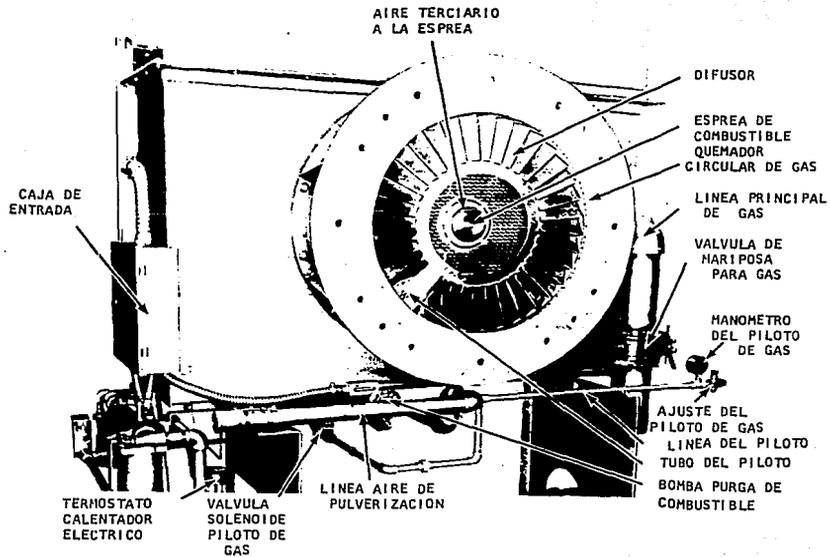

FIG. 8.14 SALIDA DE COMBUSTIBLE EN EL QUEMADOR
10.- Antes de encender la caldera, sacar el plato del quemador , para limpieza del difusor, tubo del piloto de gas, orificios de salida para gas , tubo de visión de la fotocelda y compuerta de aire, antes de colocar el quemador revisar el empaque del plato del quemador. (Ver fig. 8.14)